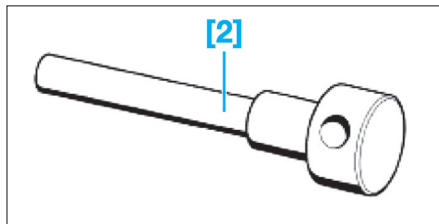

Fig. 1
- [2]. Pige de point mort haut (Outil Renault Mot. 1054) (Fig.1).